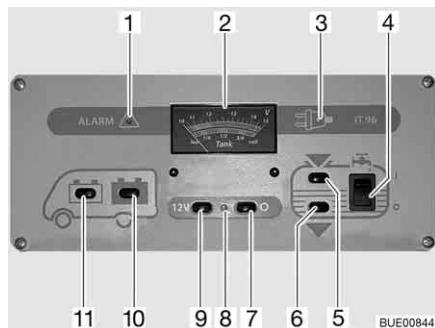

Bild 161 Panel IT 96-2
Der 12-V-Hauptschalter (Bild 161,7 und 9) schaltet das Panel und die 12-V-Versorgung des Wohnraums ein und aus.
- Schalter (Bild 161,9) drücken "12 V": Die 12-V-Versorgung des Wohnraums ist eingeschaltet. Die Kontroll-Leuchte (Bild 161,8) leuchtet grün.
- Schalter (Bild 161,7) drücken "O": Die 12-V-Versorgung des Wohnraums ist ausgeschaltet. Die Kontroll-Leuchte (Bild 161,8) erlischt.
Beim Anzeigeeinstrument V/Tank (Bild 161,2) die obere Skala beachten. Das Anzeigeeinstrument wird automatisch beleuchtet, sobald ein Schalter gedrückt wird.
- Schalter (Bild 161,11) drücken "🔋": Die Batteriespannung der Starterbatterie wird angezeigt.
- Schalter (Bild 161,10) drücken "🔋": Die Batteriespannung der Wohnraumbatterie wird angezeigt.
Beim Anzeigeelement V/Tank (Bild 161,2) die untere Skala beachten. Das Anzeigeelement wird automatisch beleuchtet, sobald ein Schalter gedrückt wird.
- Schalter (Bild 161,5) drücken "": Die Wassermenge wird angezeigt.
- Schalter (Bild 161,6) drücken "": Die Abwassermenge wird angezeigt.
*Einschalten:* ■ Wippschalter (Bild 161,4) oben drücken "I": Die Wasserversorgung ist eingeschaltet.
*Ausschalten:* ■ Wippschalter (Bild 161,4) unten drücken "O": Die Wasserversorgung ist ausgeschaltet.
Die rote Warnleuchte "ALARM" (Bild 161,1) blinkt, sobald die Spannung der Wohnraumbatterie 11 V (Messung im laufenden Betrieb) unterschreitet und damit Tiefentladung droht.
Die 12-V-Kontroll-Leuchte (Bild 161,8) leuchtet, wenn der 12-V-Hauptschalter (Bild 161,9) eingeschaltet ist.
Die gelbe 230-V-Kontroll-Leuchte (Bild 161,3) leuchtet, wenn am Eingang des Elektroblocks Netzspannung vorhanden ist.